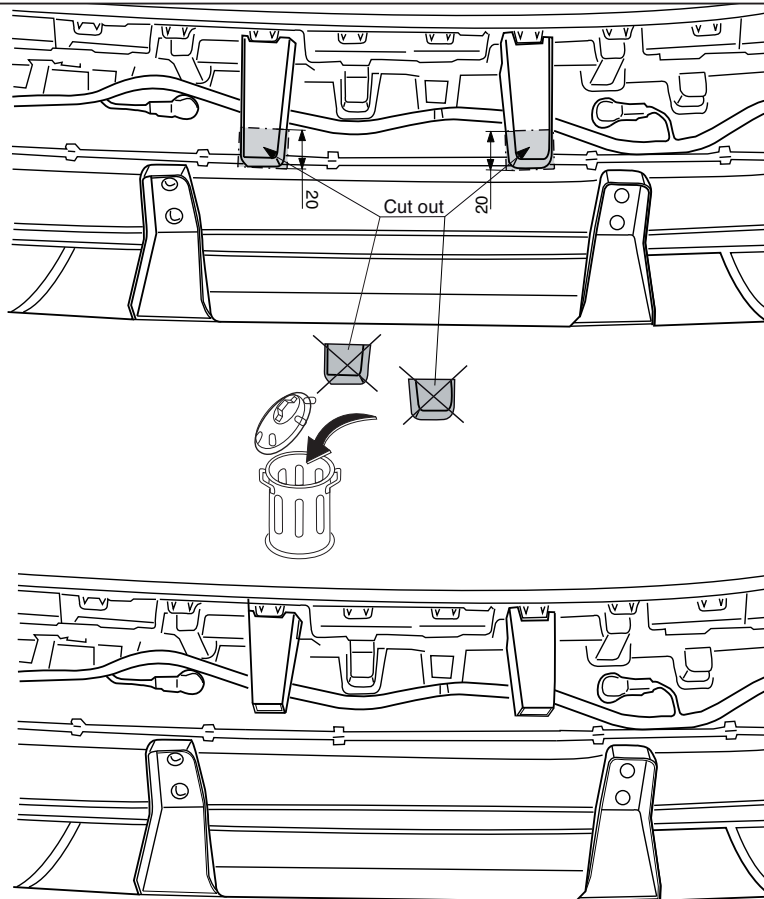

Fig.3
11. Вырезать указанные части из внутренней арматуры бампера, как указано на рис. 3.